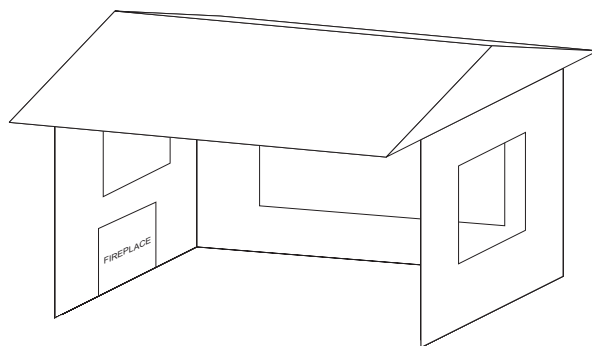

Figure 12
- À l'intérieur d'une enceinte partielle comprenant un couvercle sur le dessus et trois parois latérales, pourvu que 30 pour cent ou plus de la périphérie horizontale (périmètre des murs et du côté ouvert) de l'enceinte soit ouverte en permanence. **Voir la Figure 12.**